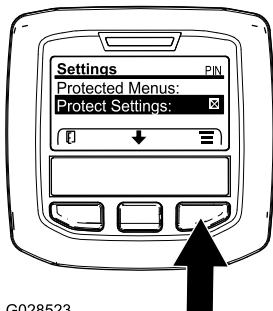

Bild 43
1. Greifen Sie auf die geschützten Menüs zu und entsperren Sie das Untermenü „geschützte Einstellungen“ (Bild 43), siehe Zugreifen auf die geschützten Menüs \(Seite 26\).